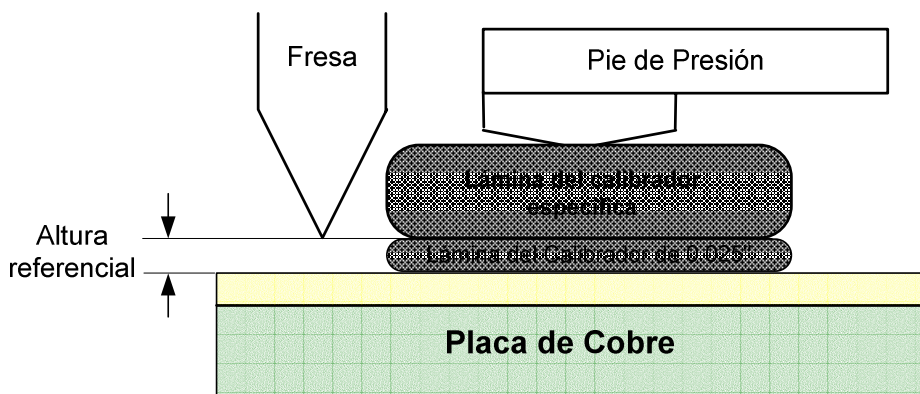

Figura 7.2. Calibrando el pie de Presión Para determinar la Altura de Penetración
**Paso 8:** Colocar la lámina del calibrador del espesor específico determinado en el paso 2, bajo el pie de presión y sobre la lámina del calibrador utilizada para determinar la altura referencial. En esta posición mediante la rosquilla de calibración hacer que la punta del pie de presión toque la superficie de la lámina del calibrador de espesor específico, de tal manera que permita aún el movimiento de la misma, tal como se muestra en la Figura 7.2. En vista de que se está utilizando dos láminas de diferente espesor se puede utilizar un calibrador por cada lámina requerida para mayor comodidad.